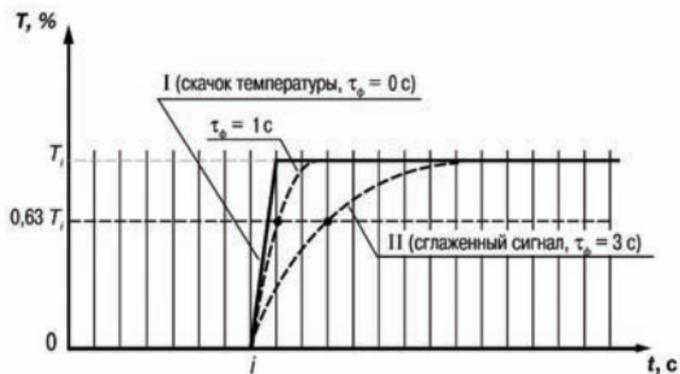

Рисунок 3.5
3.1.4.4.3 Цифровой фильтр устраняет шумовые составляющие сигнала, осуществляя его экспоненциальное сглаживание. Основной характеристикой экспоненциального фильтра является τ_{ϕ} – постоянная времени цифрового фильтра, параметр $\bar{c}nF1$ ($\bar{c}nF2$) – интервал, в течение которого сигнал достигает 0,63 от значения каждого измерения T_i (рисунок 3.5).